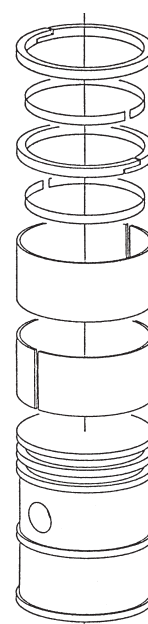

Bild 5
- Je Kolben 2 Kolbenringe, 2 Andrückfedern und 2 Führungsringe so montieren, dass die Stöße um 180° versetzt sind. (Bild 5)